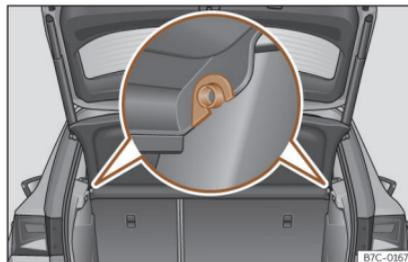

Fig. 106 Nel bagagliaio: smontare e montare il ripiano.
- Togliere il pianale dai supporti laterali»» fig. 106 tirandolo verso l'alto ed estrarlo.
- Inserire la copertura in modo orizzontale facendo coincidere la "mezzaluna" sull'asse dei supporti»» fig. 106 e premendo verso il basso fino a far scattare l'innesto.